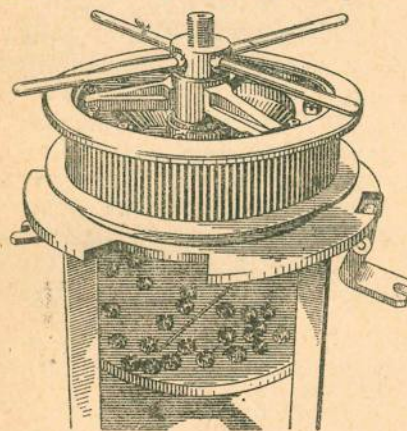

Рис. 95. Сжатие пружин бортового фрикциона при помощи приспособления
10. Сжать пружины при помощи приспособления, навернуть 12 корончатых гаек на пальцы. Снять приспособление, затянуть гайки и зашлифовать их (рис. 95).